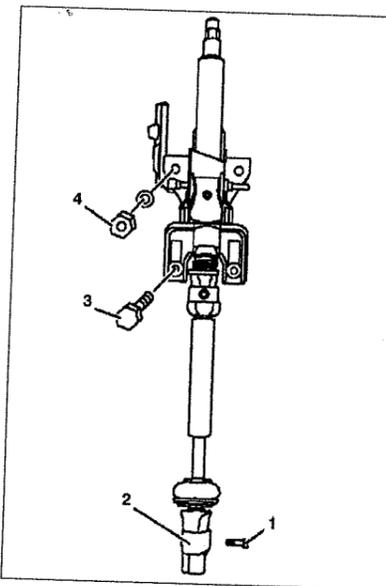

Рис. 8.3. Рулевой вал:
3. Открутите болт 1 крепления шарнира 2 (см.рис.8.3).